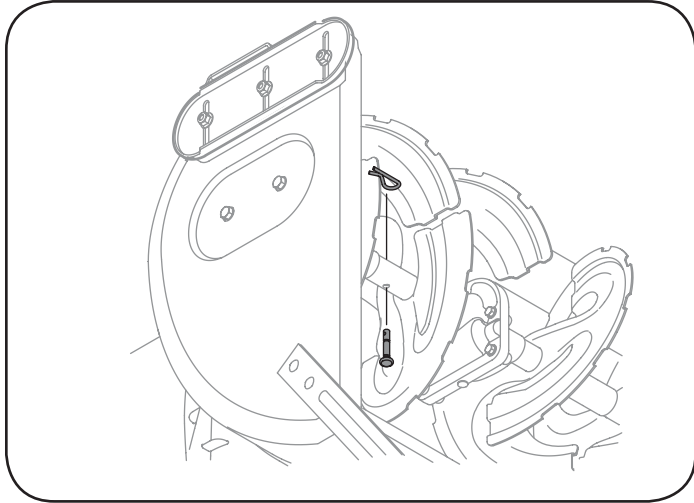

Figure 13
- Goupilles de cisaillement et goupilles fendues maintiennent les tarrières sur l'arbre de la tarrière. Les goupilles sont sensées se cisailer si la souffluse heurte un objet ou un bloc de glace. Voir la Figure 13.